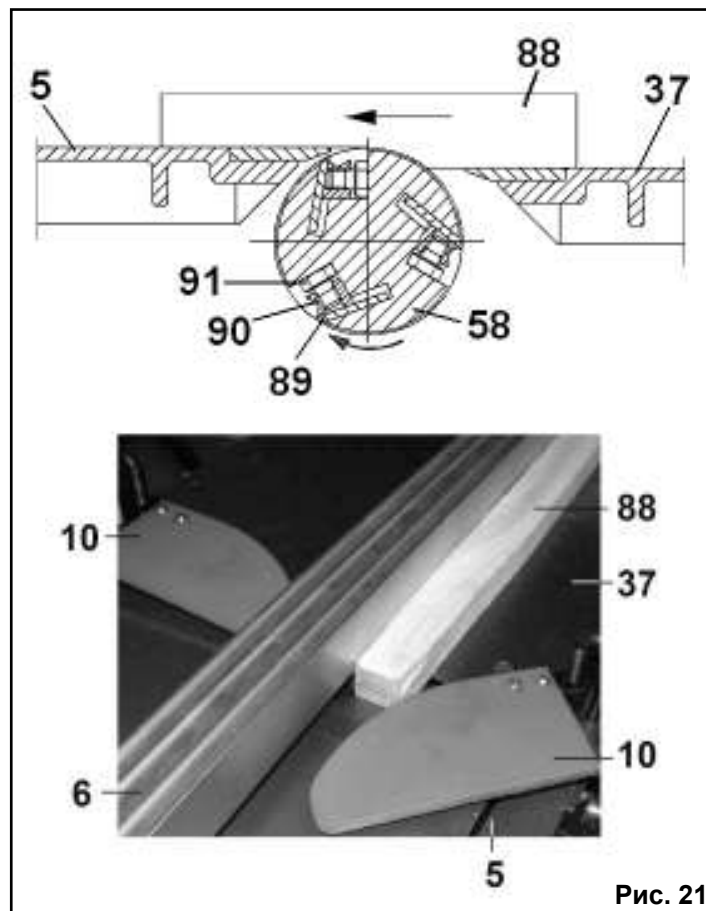

Рис. 21
9.4.1. Выборка четверти выполняется с левой или с правой стороны приёмного стола (5), для чего, соответственно, установите три строгальных ножа (89) в торце рабочего вала (58) строго в одной плоскости так, чтобы они выступали за торцевую плоскость рабочего вала (58), но не более чем на 0,05мм, Рис. 21, 25.